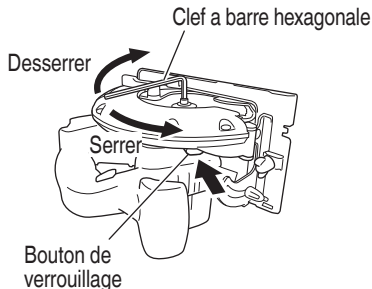

Fig. 6
- (1) Régler le volume de coupe au maximum, et placer la scie circulaire comme indiqué à la Fig. 6.